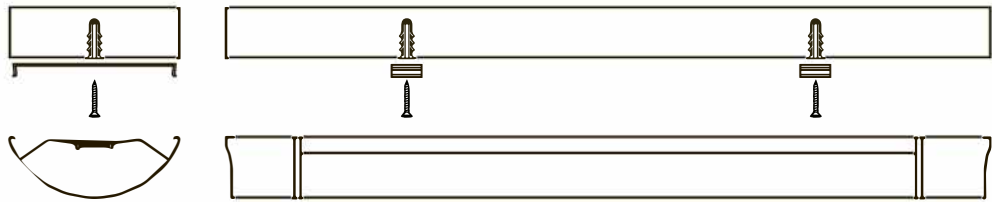

Рис. 1
- 2. Наметьте место будущей установки светильника и просверлите два отверстия, закрепите монтажные скобы как показано на Рис. 1. Вщелкните в них корпус светильника.